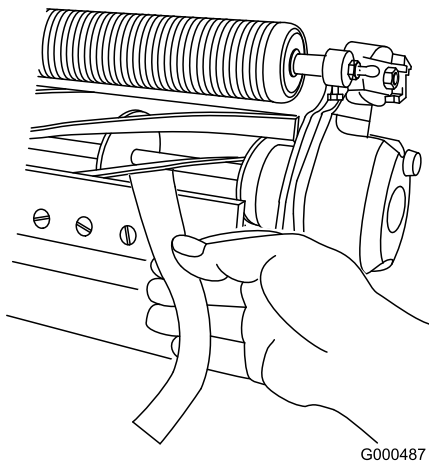

Bild 10
3. Führen Sie an einer Seite der Spindel einen langen Streifen Papier zwischen der Spindel und dem Untermesser ein (Bild 10). Drehen Sie die Einstellschraube des Untermesserträgers, während Sie die Spindel langsam vorwärts drehen, nach rechts (am selben Ende der Spindel), jeweils um einen Klick, bis das Papier fest gehalten wird, wenn Sie es von vorne parallel zum Untermesser einführen. Wenn das Papier gezogen wird, sollten Sie einen leichten Widerstand spüren.
5. Vergewissern Sie sich nach dieser Einstellung, dass die Spindel Papier einklemmen kann, das von vorne eingeführt wird, und Papier schneiden kann, das senkrecht zum Untermesser eingeführt wird (Bild 10). Papier müsste sich mit minimalem Kontakt zwischen Untermesser und Spindelmessern schneiden lassen. Wenn der Spindelwiderstand zu hoch ist, müssen Sie das Mähwerk läppen oder fräsen, um die für genaues Schneiden erforderlichen scharfen Kanten zu erhalten (weitere Informationen finden Sie in der Toro Bedienungsanleitung für das Schärfen der Spindeln).